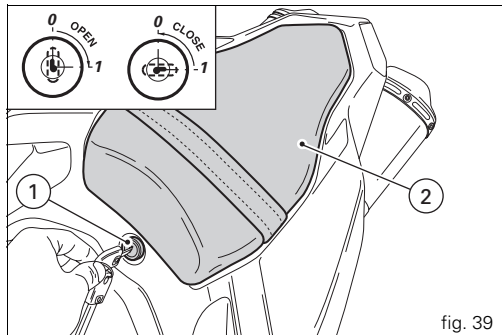
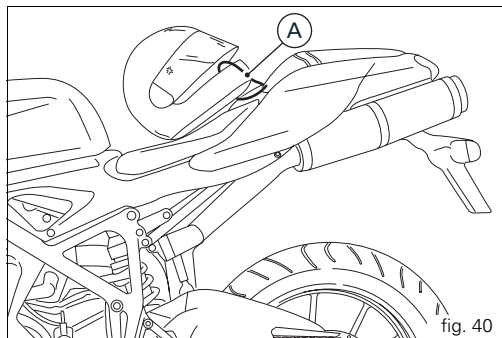

fig. 39
fig. 40
Ouverture (fig. 39 et fig. 40)
Le câble porte-casque se trouve à l'avant du compartiment sous la selle. Faire passer le câble (A) dans le casque et insérer les extrémités du câble dans le crochet. Laisser le casque suspendu (fig. 40) et remettre la selle en place pour le fixer.